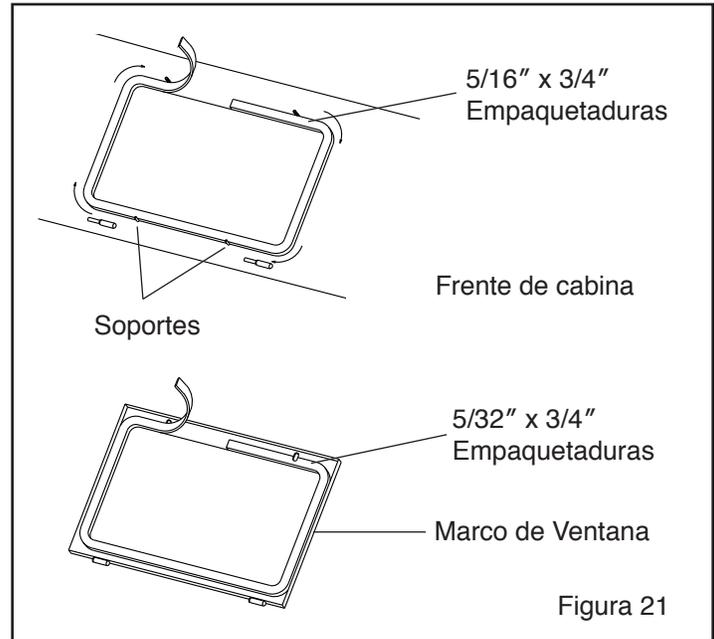

Figura 21
## 7.5 Reemplazo de la empaquetaduras de la ventana, Figura 21
**7.5.4** Despegue una pequeña porción del dorso adhesivo de la franja de empaquetaduras de 5/16" de espesor y adhiérala al centro del borde superior de la abertura de la ventana, como se muestra en la Figura 21. Despegue más del dorso adhesivo según sea necesario, y coloque la franja alrededor del radio de cada esquina, presionándolo firmemente para que pegue bien. Recorte el exceso para calzar y comprima los extremos para que sellen.